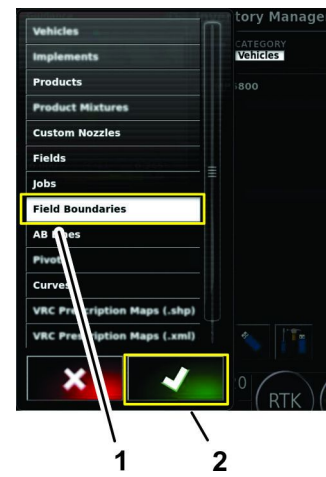

図 99
6. 区分リスト上で、エクスポートしたい情報のアイコンを押し、承認アイコンを押す 図 99。